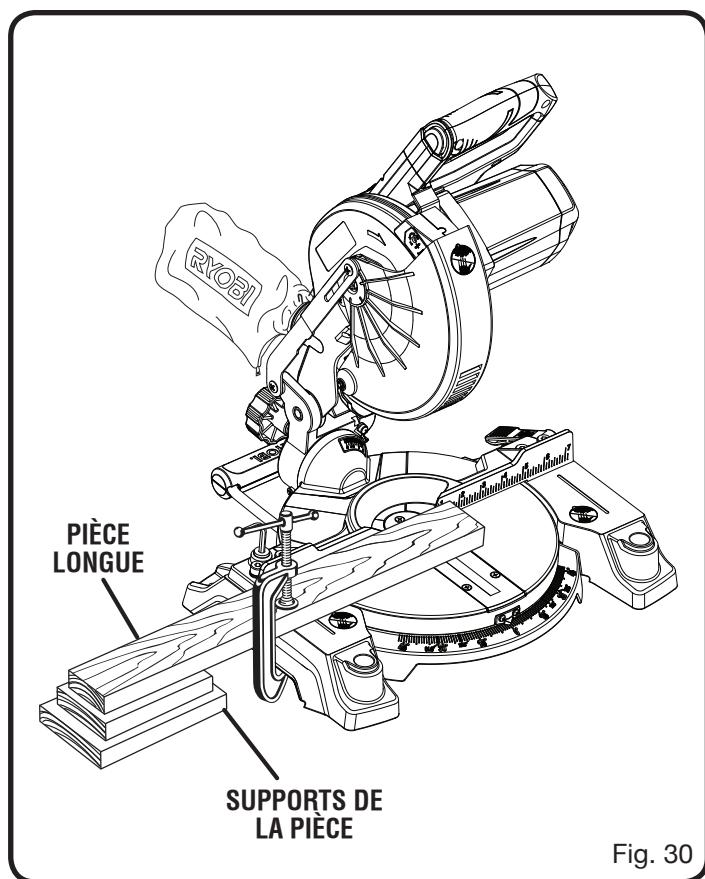

Fig. 30
- Lors de la coupe de planches ou de moulures longues, soutenir l'extrémité libre de la pièce avec un chevalet à rouleau ou un plan de travail se trouvant au même niveau que la scie. *Voir la figure 30.*
Voir la figure 30.